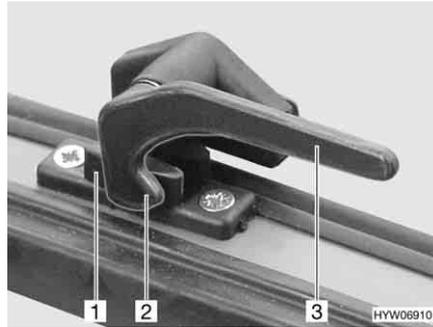

Bild 75 Verriegelungshebel in Stellung "geschlossen"
- Den Verriegelungshebel (Bild 75,3) eine viertel Umdrehung zur Fenstermitte hin drehen.
- Den Verriegelungshebel (Bild 75,3) eine viertel Umdrehung zum Fensterrahmen hin drehen. Die Verriegelungsnase (Bild 75,2) liegt auf der Innenseite der Fensterverriegelung (Bild 75,1).
- in Stellung "fest verschlossen" (Bild 75)